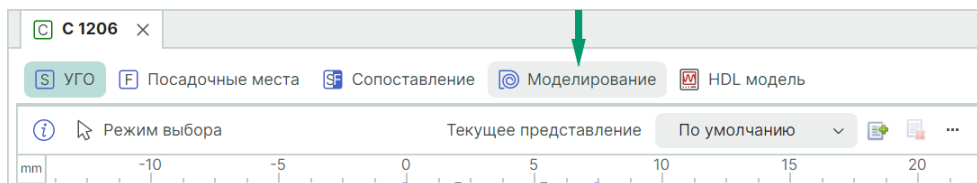

Рис. 11 Переход к созданию SPICE-модели
2. Перейдите на вкладку «Моделирование», обозначенную кнопкой  Моделирование для добавления SPICE-модели, см. Рис. 11.